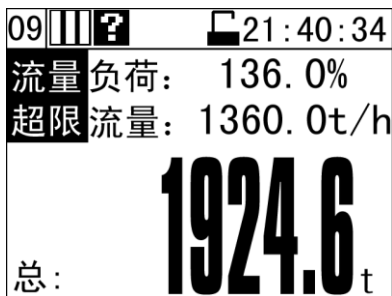

图 13 工作界面
如图 13，详见第六章。
- 3) 数字输入完成后（如图 13），按【确定】键,确定密码；